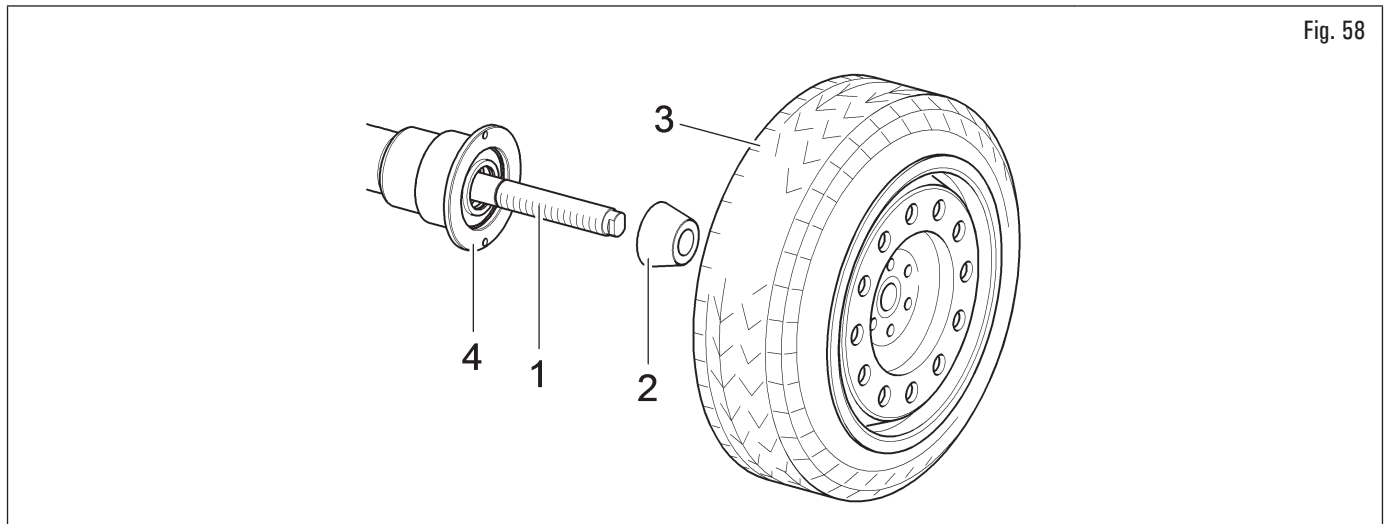

Fig. 58
1. Rimuovere qualsiasi tipo di corpo estraneo dalla ruota (Fig. 58 rif. 3): pesi già esistenti, pietre e fango e accertarsi della pulizia del mandrino (Fig. 58 rif. 1) e della zona di centraggio del cerchio prima di montare e fissare la ruota sul mandrino;
2. scegliere attentamente il cono (Fig. 58 rif. 2) adatto alla ruota da equilibrare. Questi accessori dovrebbero essere scelti in base alla forma del cerchio. Posizionare la ruota (Fig. 58 rif. 3), montando il cono (Fig. 58 rif. 2) sul mandrino (Fig. 58 rif. 1) con attenzione (altrimenti può capitare che questo si grippi) fino ad arrivare contro la flangia di appoggio (Fig. 58 rif. 4);